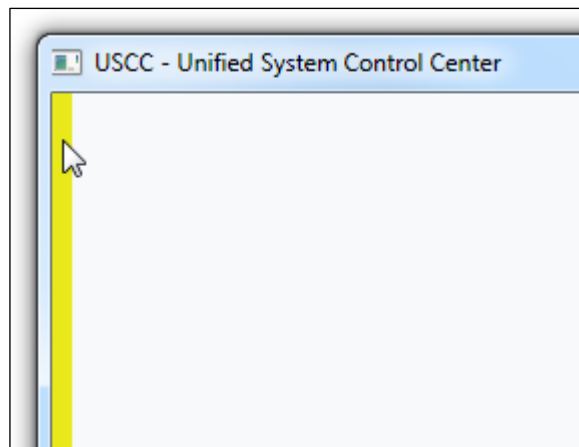

Bild 6-8 Gelbe Seitenleiste am Fensterrand
- Positionieren Sie den Mauszeiger am linken Rand des USCC-Fensters. Eine gelbe Seitenleiste erscheint (siehe Bild 6-8).